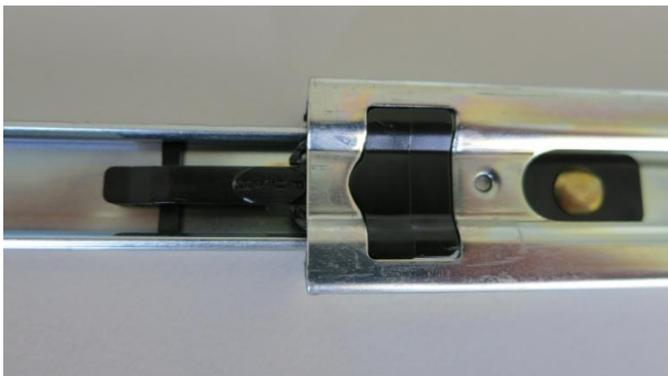

Figure 70 – Séparation des glissières des rails
2. Séparer l'assemblage de rails sur glissière en appuyant sur les clips en plastique noir sur les rails pour sortir la partie interne du rail (voir Figure 70).